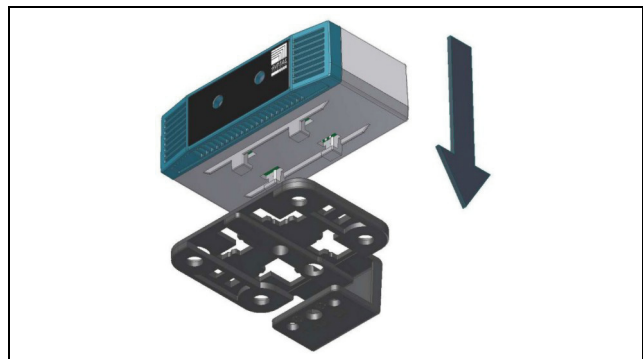
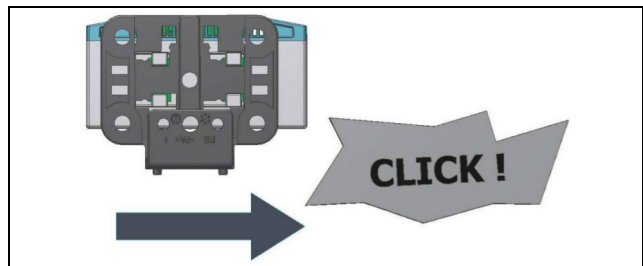

Abb. 2: Aufsetzen des Sensors auf den Halter
Abb. 3: Einrasten des Sensors auf dem Halter
- Setzen Sie dann den Zugangssensor auf den Halter auf (Abb. 2) und rasten Sie ihn ein (Abb. 3).